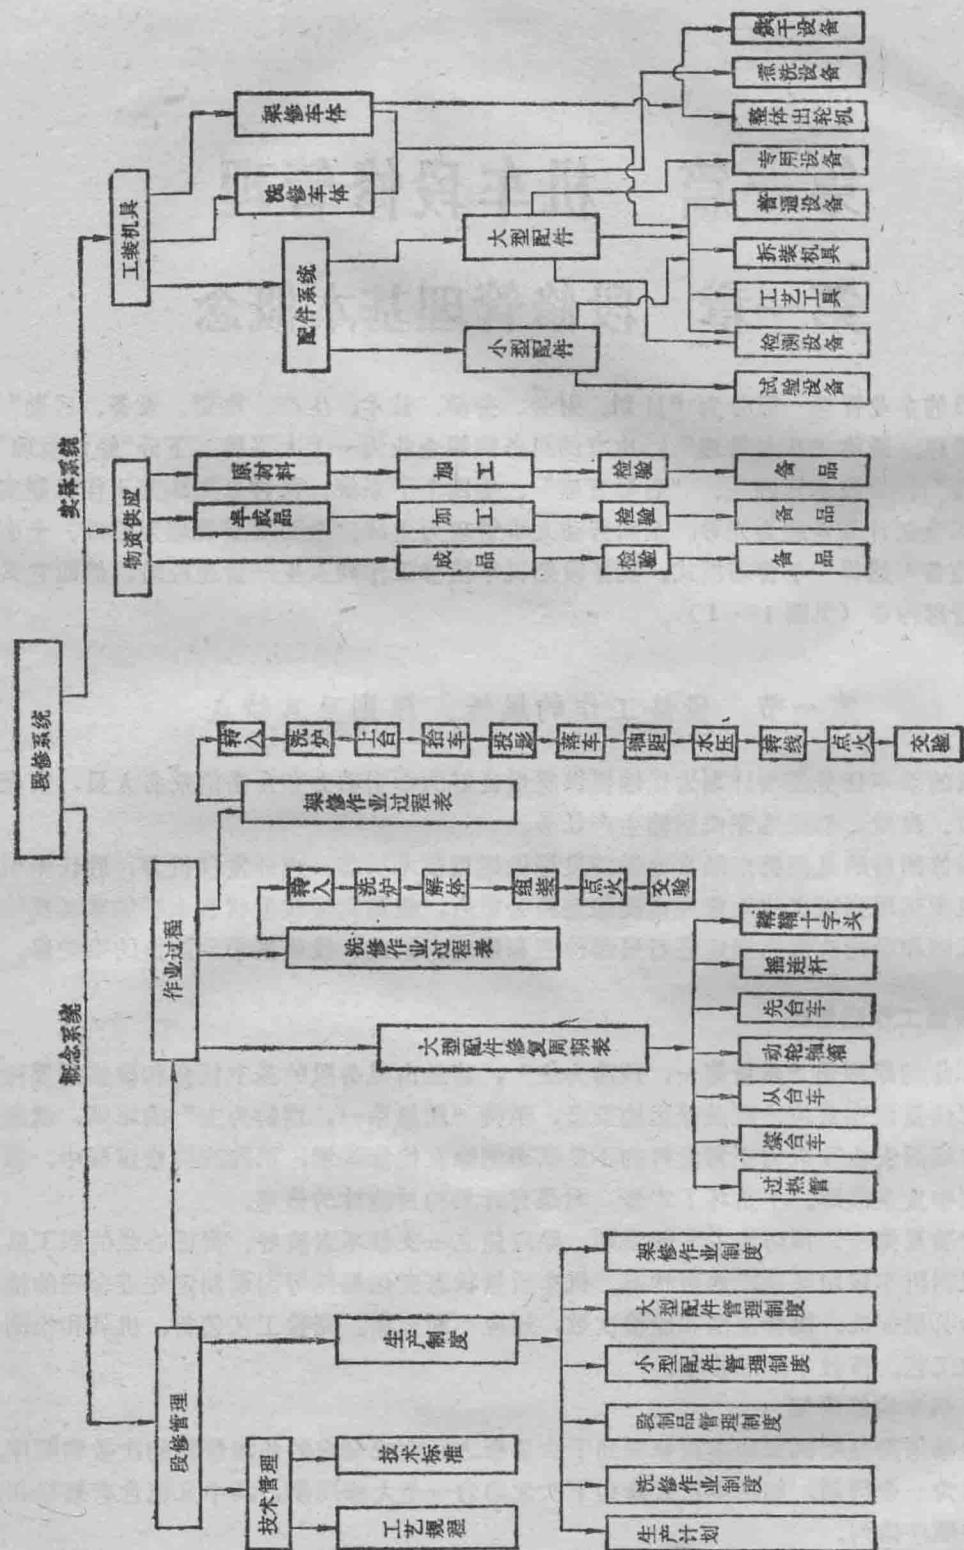

图 1—1 故障管理系统图
(80) 铁机字第1200号文件发布的《蒸汽机车段修规程》规定的机车检修周期和定检公里标准如图1—2所示。